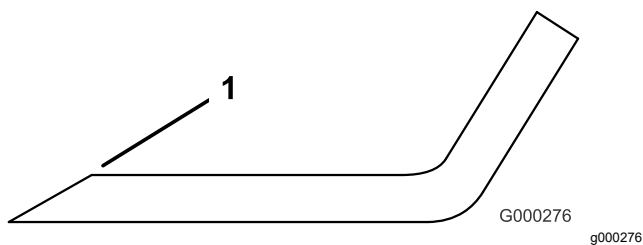

**Figura 98**
2. Verificate accuratamente i taglienti, con particolare attenzione ai punti d'incontro delle sezioni piatta e curva della lama (Figura 98).
**Nota:** Sabbia e materiali abrasivi possono consumare il metallo che connette le sezioni piatta e curva della lama, per cui si consiglia di controllare la lama prima di usare il tosaerba. Se riscontrate segni di usura (Figura 98), sostituite la lama.